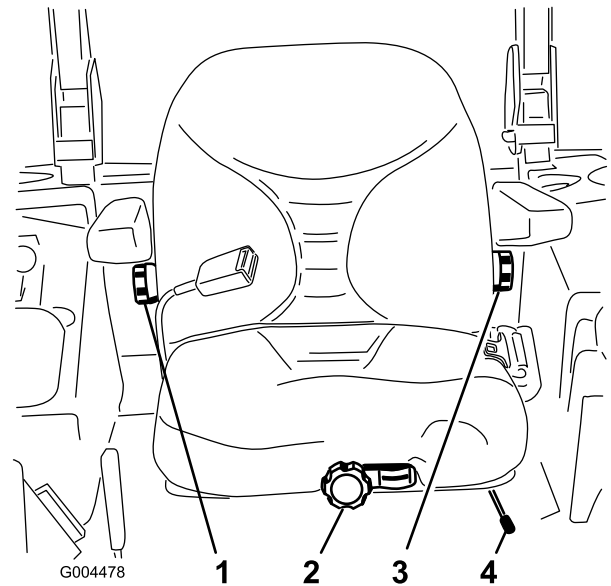

Bild 20
- Wenn Sie den Sitz verstellen möchten, bewegen Sie den Hebel zum Entriegeln des Sitzes zur Seite (Bild 20).
Drehen Sie zum Verstellen das Handrad unter der rechten Armlehne solange in eine Richtung, bis der gewünschte Komfort erreicht ist (Bild 20).
Drehen Sie zum Verstellen das Handrad unter der linken Armlehne solange in eine Richtung, bis der gewünschte Komfort erreicht ist (Bild 20).